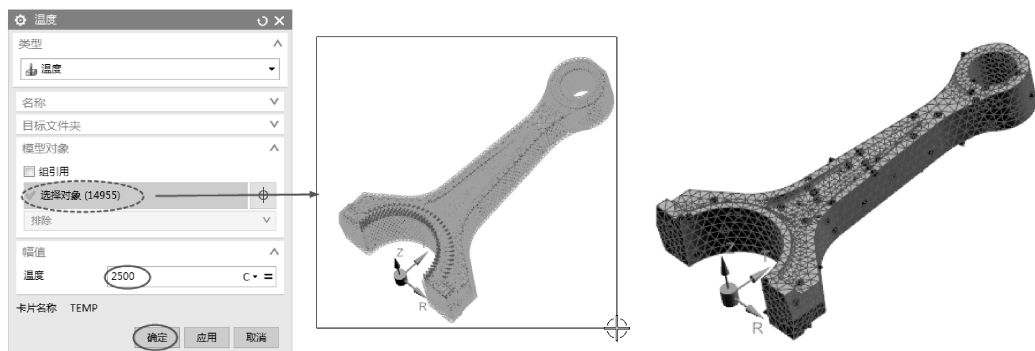

图 9-70 添加温度载荷
- 02 框选曲柄连杆的所有网格作为模型对象，输入温度幅值 2500℃，单击【确定】按钮，完成温度载荷的添加，如图 9-70 所示。